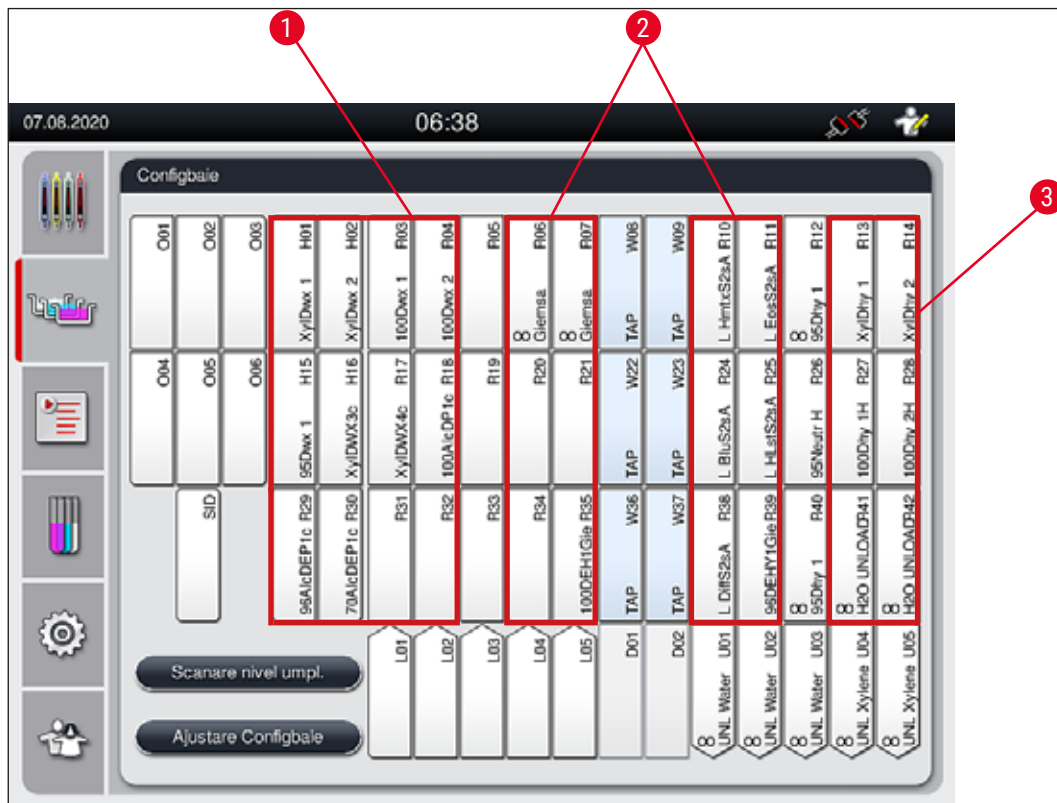

Fig. 40
- Reactivii de colorare care necesită un pas următor cu apă de clătire sunt poziționați în vecinătatea cuvelor de apă de clătire (→ "Fig. 40").